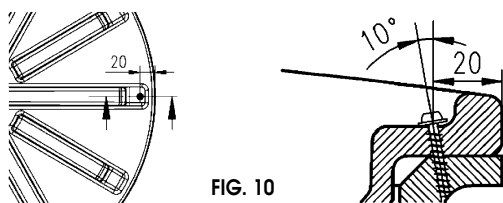

FIG. 10
- Afin d'empêcher toute ouverture non autorisée du couvercle (sécurité enfants), en particulier en cas d'installation enterrée, celui-ci peut être bloqué à l'aide de la vis fournie. Pour cela, percer un trou débouchant de \varnothing 3 mm dans le renforcement prédéfini sur le couvercle et la bride du réservoir (angle de 10°), puis visser. (Voir FIG. 10 - ci-dessous).